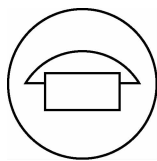

图 3-52 对讲电话分机
- (7)执行“移动”命令,指定矩形上侧边的中点作为基点,纵向上移 1 mm。
- (8)执行“修剪”命令,删除直线与矩形相交的部分。
(9)执行“圆”命令,绘制半径为 12 mm 的圆,完成图 3-52 所示对讲电话分机符号的绘制。